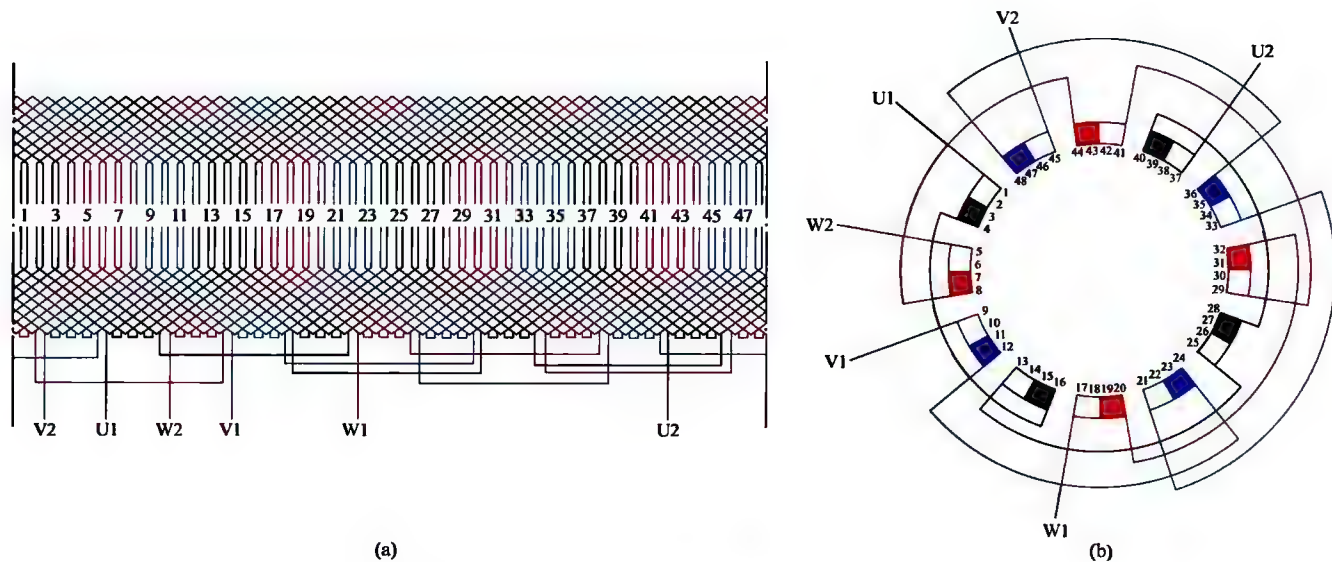

图 1-39 三相 4 极 48 槽双层叠绕组 1 路接法 (2)
39. 三相 4 极 48 槽双层叠绕组 1 路接法展开图与接线圆图 (2) (见图 1-39)